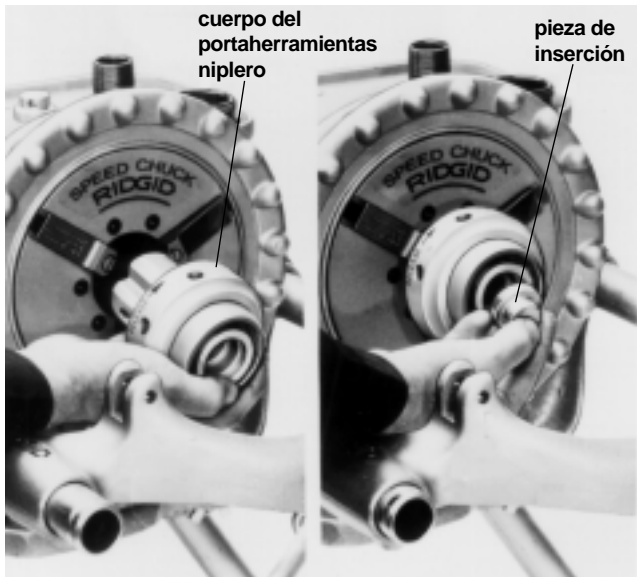

Figura 23 – Instalación del cuerpo del Portaherramientas Niplero y de la Inserción
3. Coloque el cuerpo del portaherramientas niplero (Figura 23) en el mandril del Accionamiento Autopropulsado y agárrelo con las muescas de la mordaza. Apriete el mandril con una vuelta rápida del volante.
4. Para los tubos de 1/8 y 3/4 pulgada (Figura 23), coloque la pieza de inserción con su extremo pequeño hacia el cuerpo del mandril; para tubos de 1 pulgada, su extremo grande hacia el cuerpo del mandril; para tubos de 1 1/4 pulgada y mayores, no se emplea pieza de inserción.